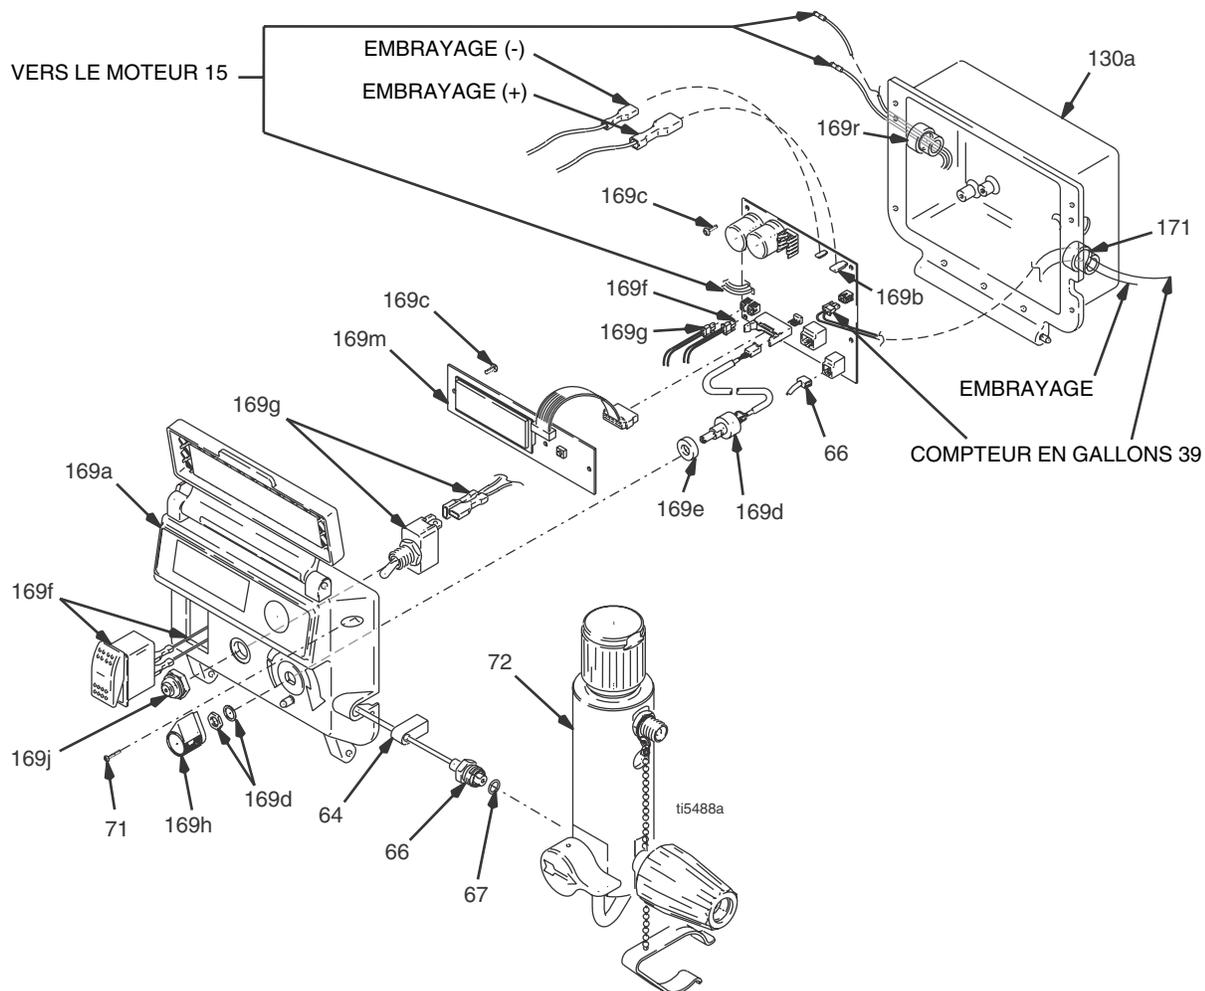

FIG. 10
1. FIG. 10. Remonter l'arbre moteur (19c). Replacer le circlip (19b)
1. FIG. 10. Retirer les deux vis (71) et rabattre le boîtier (169a) vers le bas.
- FIG. 10. Retirer les deux vis (71) et rabattre le boîtier (169a) vers le bas.
- Fil du capteur (66)
- FIG. 10. Fixer la carte de commande (169b) avec quatre vis (169c).
- Fixer le boîtier de commande (169a) à l'aide de quatre vis (71).
- Débrancher le fil du capteur (66) de la carte de commande moteur (169b).
- Tirer le connecteur du capteur en le faisant passer à travers le passe-fil en caoutchouc (113).
- Enlever le capteur de pression (66) et le joint torique (67) du corps du filtre (72).
- FIG. 10. Placer le joint torique (67) et le capteur de pression (66) sur le corps du filtre (72). Serrer à 35 - 45 N.m.
- Brancher le fil du capteur (66) sur la carte de commande (169b).
- Remplacer le boîtier (169a) et le fixer à l'aide des deux vis (71).
- FIG. 10. Monter le potentiomètre, l'écrou d'arbre, la rondelle d'arrêt et le bouton du potentiomètre (169h).